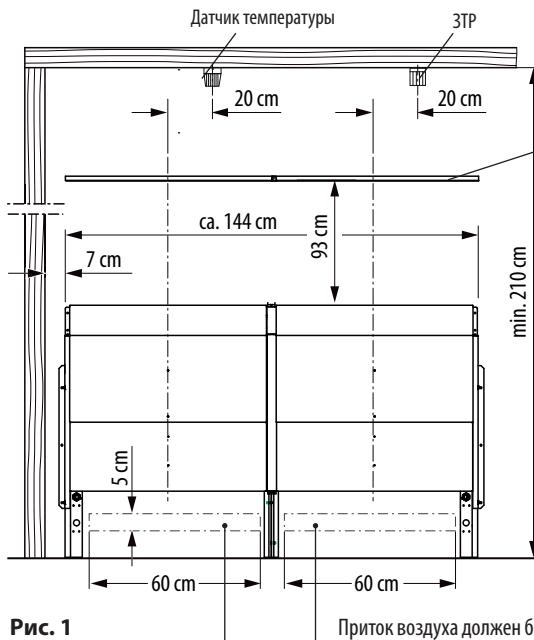

Рис. 1
Минимальный размер вентиляции (приток и отток)	2x 60 x 5 см (Рис. 1)
Внутренняя высота кабины сауны должна быть не менее 2,10 м (рис. 1).
Расстояние от печи для сауны до передней деревянной стенки / полки или других предметов из воспламеняющихся материалов должно соответствовать показанному на рис. 1 + 2.
Входящая в объем поставки защитная решетка устанавливается над печью для сауны между перегородкой и задней стенкой сауны по верхней кромке перегородки (рис. 1 + 2).
Кроме того, необходимо установить защитное тепловое реле (ЗТР) согласно рис. 1 и 2.
Теперь разместить печь сауны в сборе в соответствии с расположением отверстий для приточного воздуха (рис. 1) на предусмотренной для этого монтажной стенке. Зафиксировать печь для сауны входящими в объем поставки шурупами для ДСП (4) на обеих боковых частях слева и справа, а также на предохранительном уголке в центре вверху.
Когда печь закреплена на монтажной стенке и установлены желоба для поливания камней, с внутренней стороны кабины можно установить стенку шахты. При этом необходимо обеспечить минимальные расстояния согласно рис. 1 и 2.
Проследить за правильностью установки защитной сетки над печью сауны согласно рис. 1 и 2. Соблюдать безопасные расстояния. **Опасность пожара!**